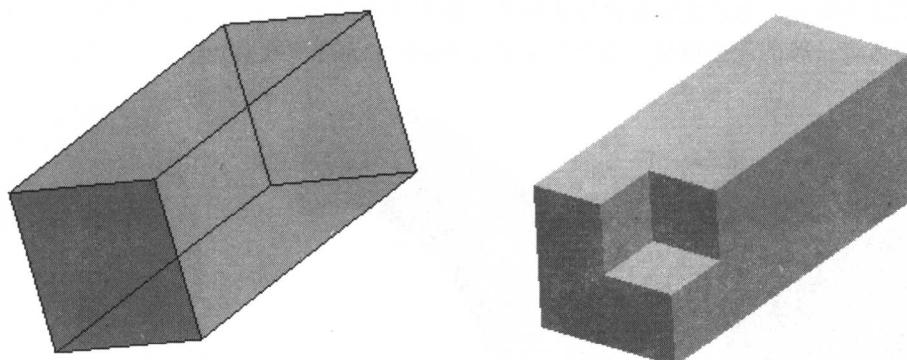

图 1-5 拉伸类特征效果图
(1) 拉伸类特征：拉伸类特征是指系统通过用户草绘的拉伸界面和给定的拉伸深度，自动生成一个伸出项或者一个拉伸切除特征。拉伸类特征在 Pro/E 中的造型效果如图 1-5 所示。